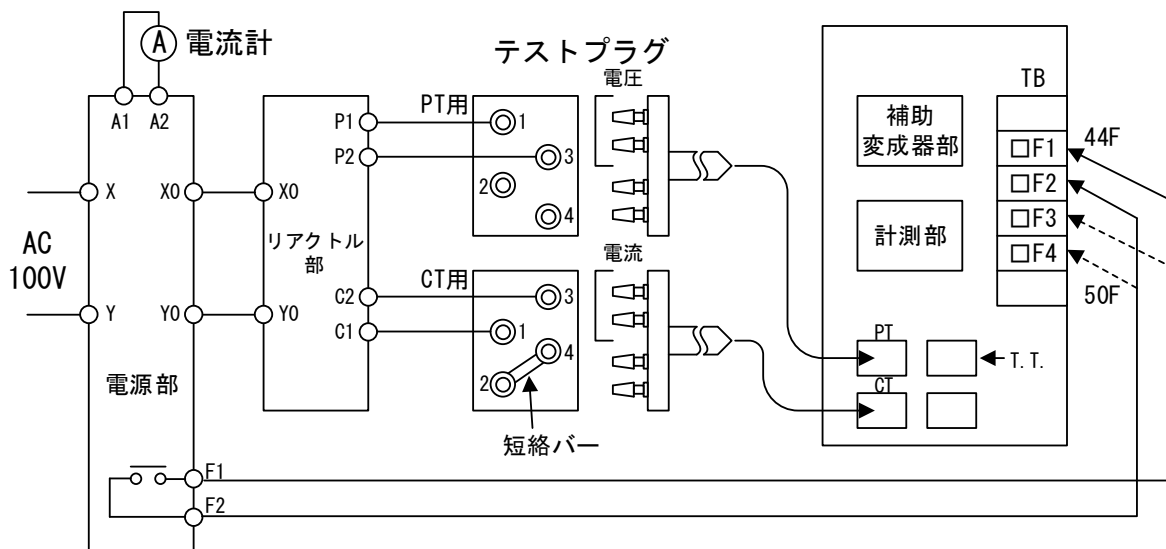

図 1 3 - 1. 虚負荷試験回路例 (CT用テストプラグ品番: KTP-A2H)
(3) 虚負荷試験（計測部試験器の取扱説明書を参照下さい）
- ① 付属のテストプラグ・試験器（オプション：電源部・リアクトル部）を使用して図 1 3 - 1 の試験回路を構成します（テストプラグを使用した場合の試験例です）。
- ② CT 用テストプラグの外線側に当たる端子間に短絡バーを取付けます。次に試験器（リアクトル部）の C1, C2 端子と CT 用テストプラグの装置側に当たる端子間を配線し、テスト端子に挿入します。配線には、3.5sq 以上の電線を使用し、出来るだけ短く（1m 以内）配線して下さい。極性に注意して配線して下さい。
- ③ PT 用テストプラグは、試験器（リアクトル部）の P1, P2 端子と PT 用テストプラグの装置側に当たる端子間を配線し、テスト端子に挿入します。極性に注意して配線して下さい。また、テストプラグ挿入前に、外線側の端子間が開放状態であることを確認して下さい。
- ④ 試験中 CC への送量を停止したい場合は、送量部の電源スイッチを「切」にしておきます。
- ⑤ 計測部のフォルトレコーダは、試験中必要な波形を記録する以外は、抜いておいて下さい（不要なデータの記録を避けるためです）。
- ⑥ 試験器電源部の電源スイッチを投入します。
- ⑦ リアクトル部の試験コイル選択タップを適当に選択します。
- ⑧ 起動押ボタンスイッチを押します。前標定に設定されている場合は 1 回、後標定に設定されている場合は 1 秒間隔程度で 2 回押ボタンスイッチを押します。